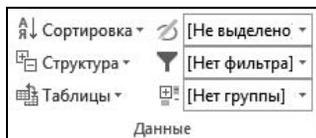
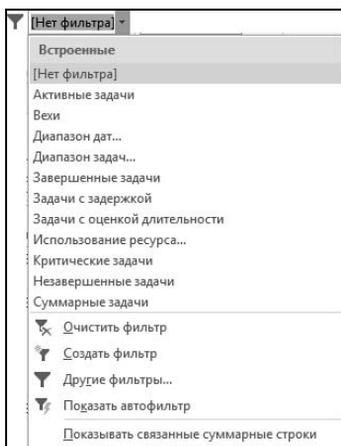

Рис. 4.38. Вид области **Данные** вкладки **Вид** ленты меню
Рис. 4.41. Меню управления отображающими фильтрами
1. Для выбора фильтра следует использовать списки области **Данные** вкладки **Вид** ленты меню (рис. 4.38). Верхний из приведенных в этой области справа списков (ему соответствует значок ) при щелчке по нему позволяет выбрать выделяющий фильтр.
1. Использовать средний (отмеченный значком  ([Нет фильтра] ▼)) из списков управления фильтрами, расположенных в области **Данные** вкладки **Вид** ленты меню (см. рис. 4.38). При этом откроется меню, показанное на рис. 4.41.
- открыть список отображающих фильтров в области **Данные** вкладки **Вид** ленты меню. В показанном на рис. 4.41 меню выбрать команду **Создать фильтр**;